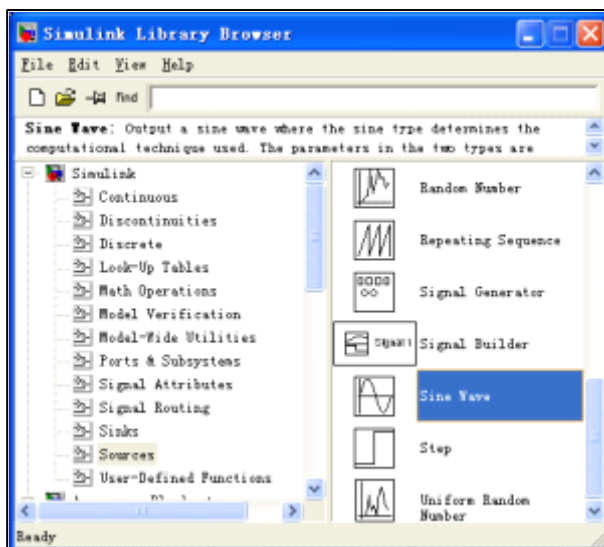

图 7.2 Simulink 界面
(2) 单击工具栏上的  图标或选择菜单 “File” —— “New” —— “Model”，新建一个名为 “untitled” 的空白模型窗口。
(3) 在上图的右侧子模块窗口中，单击 “Source” 子模块库前的 “+” (或双击 Source)，或者直接在左侧模块和工具箱栏单击 Simulink 下的 Source 子模块库，便可看到各种输入源模块。
(4) 用鼠标单击所需要的输入信号源模块 “Sine Wave” (正弦信号)，将其拖放到的空白模型窗口 “untitled”，则 “Sine Wave” 模块就被添加到 untitled 窗口；也可以用鼠标选中 “Sine Wave” 模块，单击鼠标右键，在快捷菜单中选择 “add to 'untitled'” 命令，就可以将 “Sine Wave” 模块添加到 untitled 窗口，如图 7.2 所示。